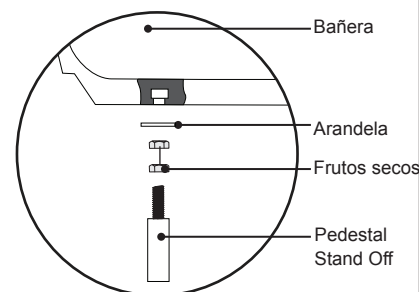

Figura 25. Pedestal Adjunto pierna
- ❶ Coloque los cuatro (4) patas del pedestal al fondo de la bañera (Figura 25).
- ❷ Fingertighten en este momento.
- ❸ Cuando coloque la unidad completa en el envase, o una manta, a un lado del área de instalación.